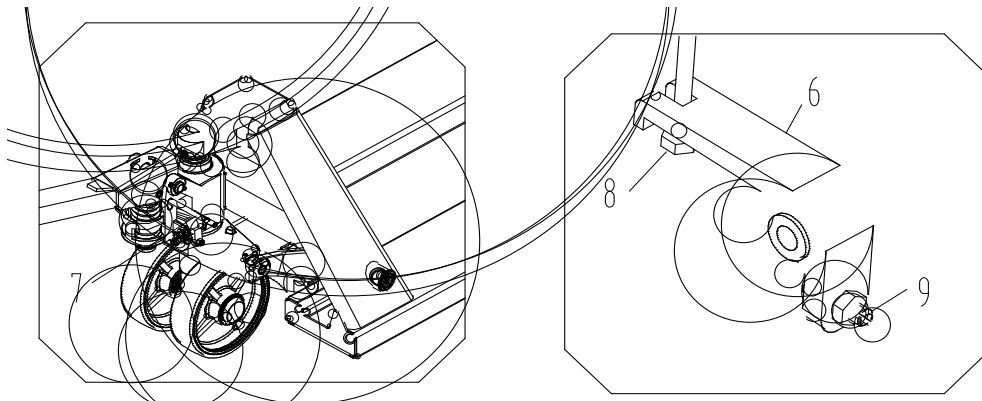

Fig.3 Fig.4
- 3.6 Voir la figure 3, tournez la poignée en position de niveau, retirez la broche 7 et conservez-la soigneusement pour la prochaine utilisation.